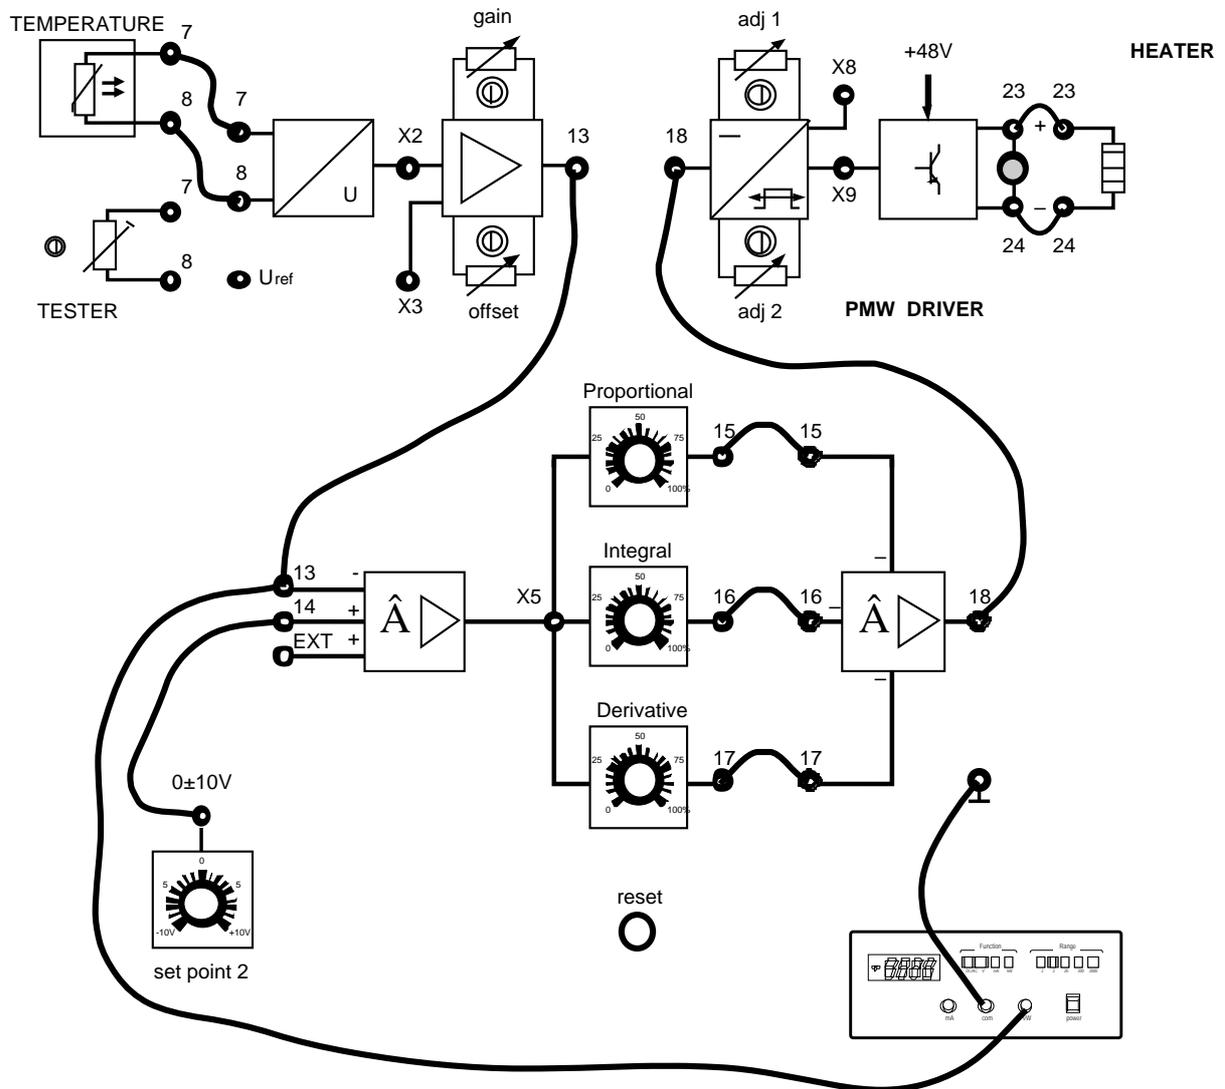

Fig. 24.1
Asegurado del conocimiento de los prerequisites, analiza con los alumnos las curvas reproducidas en las Unidades Didácticas 21, 22 y 23. Establecidos los posibles valores de K_p , K_i y K_d que hay que utilizar, entrega a los alumnos la Ficha 24.1 que representa el cableado del control (fig 24.1) y prepara el panel de simulación del proceso de la siguiente manera:
- 5) Utilizar contemporáneamente las acciones proporcional, integral y derivativa y realizar el ejercicio siguiendo las indicaciones sugeridas en las Unidades Didácticas 21, 22 y 23 (ficha 24.1 fig 24.1).